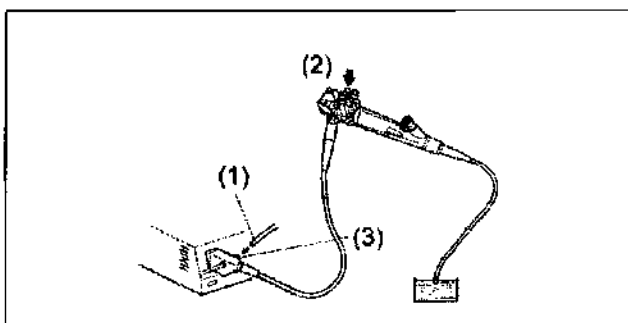

Рисунок 13
- в) Присоедините аспирационную трубку от внешнего аспиратора к аспирационному ниппелю, расположенному на коннекторе PVE на конце кабеля видеопроцессора. Поместите дистальный конец эндоскопа в резервуар со стерильной водой и нажмите на клапан управления аспирацией. Вода должна быстро всасываться в накопительную емкость аспирационной системы. ➡ рис. 13